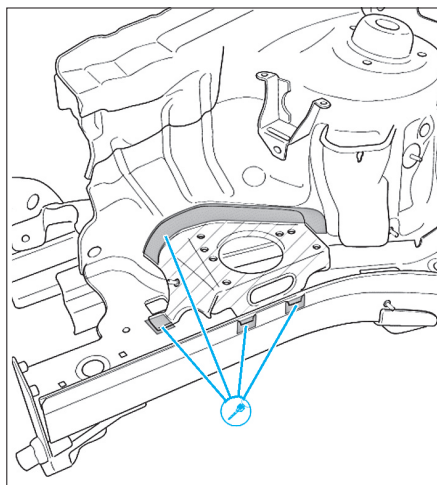

FIG. 1
- Dépointer et dégraffer les accostages d'origine (Fig.1).